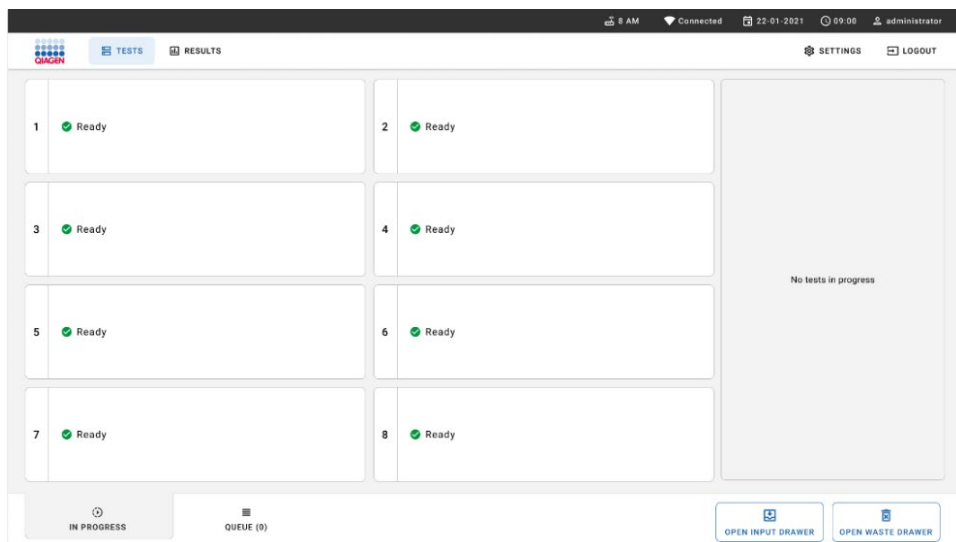

Figura 53. Ecran principal de testare.
1. Apăsăți butonul **OPEN WASTE DRAWER** (DESCHIDEȚI SERTARUL DEȘEURI) din colțul din dreapta jos al ecranului principal de testare (Figura 53).
- Închideți sertarul Waste (Deșeuri) după scoaterea cartușelor. Sistemul va scana tava și va reveni la ecranul principal (Figura 53). Dacă tava a fost scoasă din motive de întreținere, asigurați-vă că este introdusă corect înainte de a închide sertarul.
- Apăsăți butonul **OPEN INPUT DRAWER** (DESCHIDEȚI SERTARUL DE INTRODUCERE) din colțul din dreapta jos al ecranului (Figura 53).